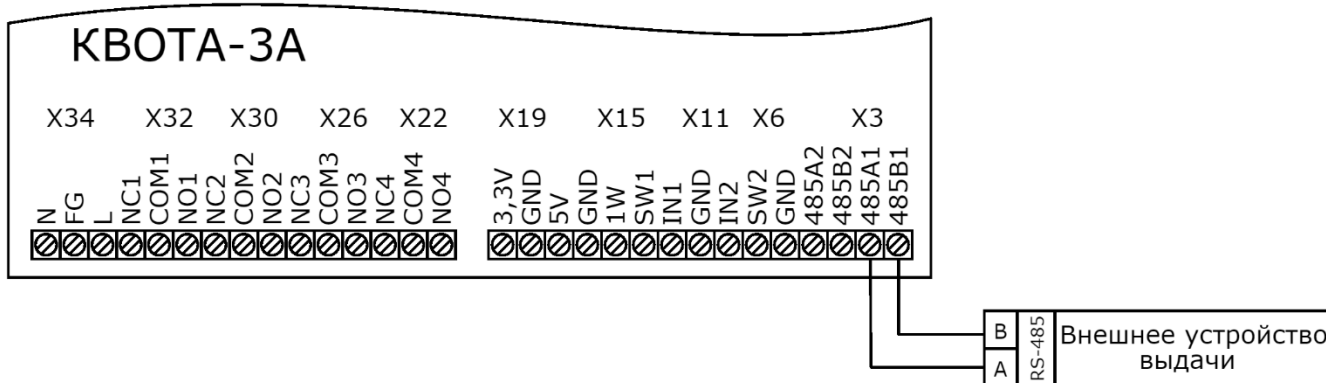

Рисунок 9
1. К насосному блоку с контроллером «КВОТА-2» может быть подключена одна однофазная колонка только по интерфейсу RS-485 (рис. 8) в соответствии с электрической схемой, представленной на рис. 9;